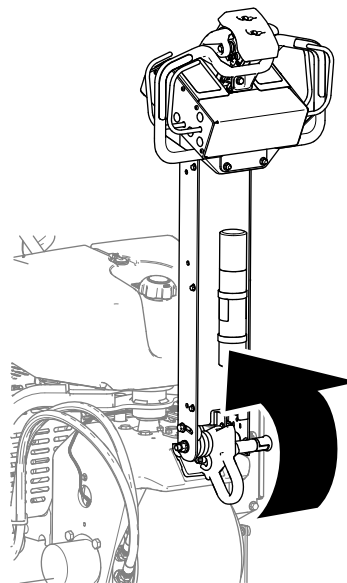

Figure 72
1. Relevez complètement le timon pour serrer le frein de stationnement (Figure 72).